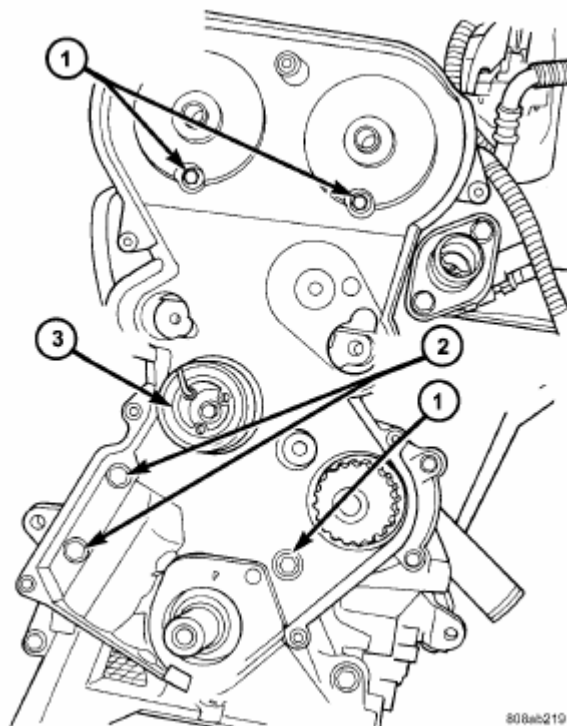

Рис. 101. Задняя крышка ремня ГРМ.
- (1) Установить заднюю крышку ремня ГРМ и болты (Рис.101).